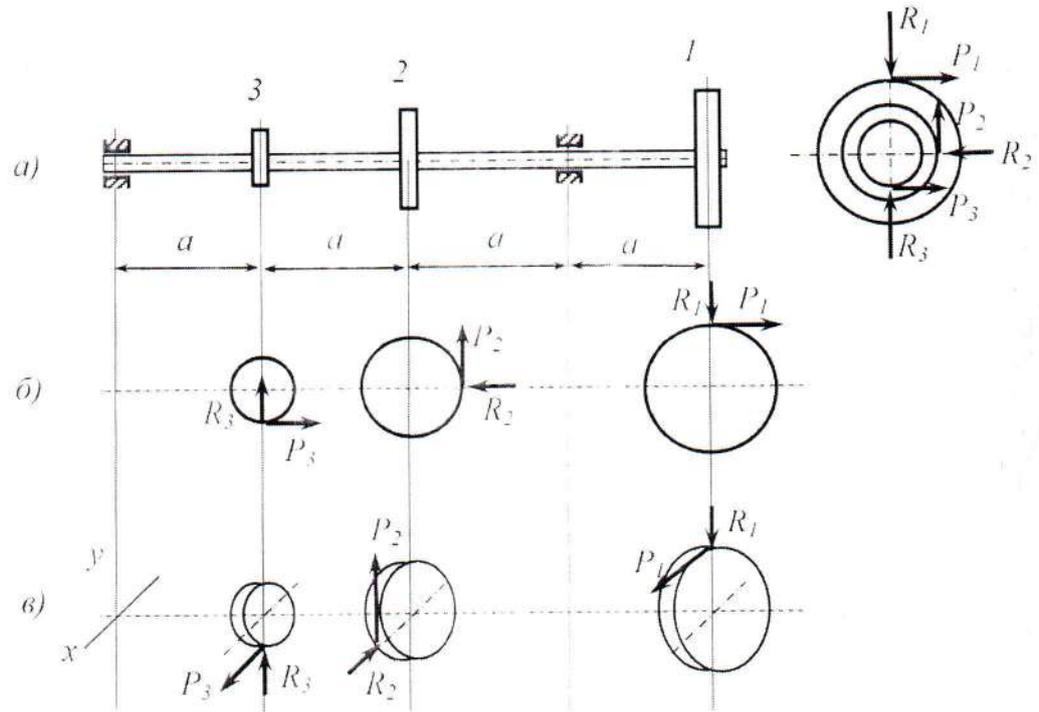

Рис. 5
1. Начертить заданную схему вала (рис. 5, а).
4. Показать на схеме силы, действующие на каждое зубчатое колесо, с указанием их величин (рис. 5, б или рис. 5, в).